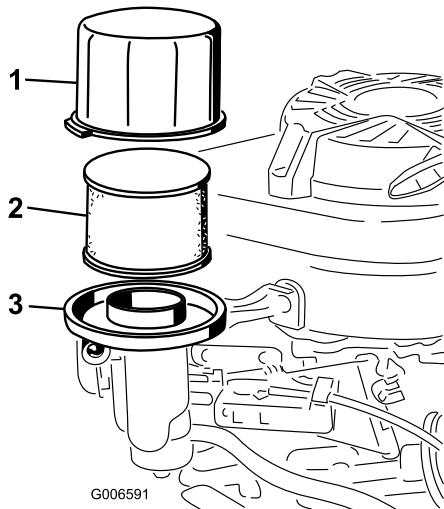

Figura 24
3. Retire la tapa y límpiela a fondo (Figura 24).
4. Retire e inspeccione el filtro de aire de papel (Figura 24), y deséchelo si está excesivamente sucio.
5. Retire el pre-limiador de gomaespuma y lávelo con un detergente suave y agua, luego séquelo apretando suavemente con un paño (Figura 24).